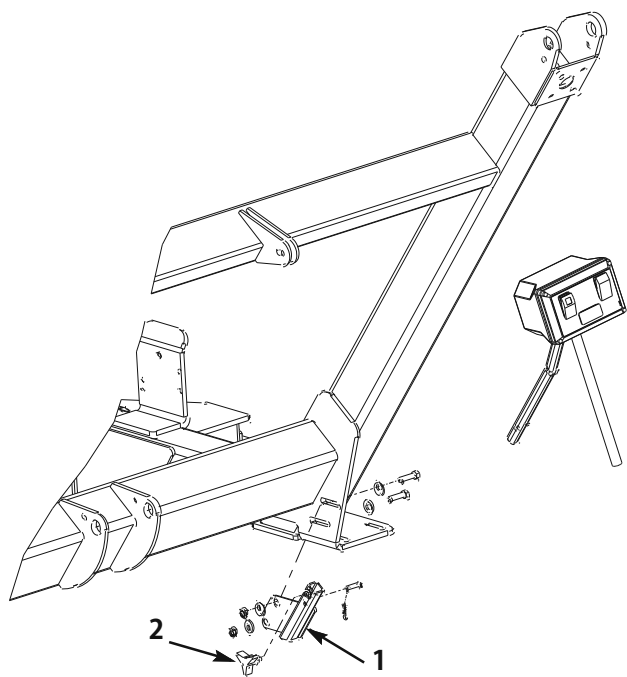

図10
1. キャップスクリュー (3/8-16 x 1/2 in; 2 本)、ワッシャ (4 枚) とナット (2 個) を使って、レシーバ・アセンブリをスイーパのフレームのブラケットに取り付ける。各部材は図10のように組み付ける。
2. 取り付けアセンブリの支柱をレシーバに差し込んでクレビス・ピンとコッター・ピンで固定する (図 10)。
3. レシーバのノブを締めて支柱を固定する (図 10)。